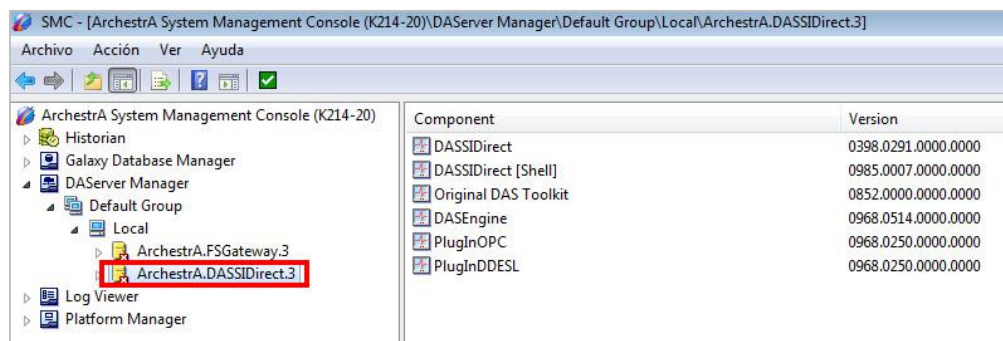

Figura 8. Verificar instalación del SIDirect DAServer
- Expandir el *DAServer Manager* y verificar que se encuentre el elemento *Archestra.DASSIDirect.3* como se muestra en la Figura 8.